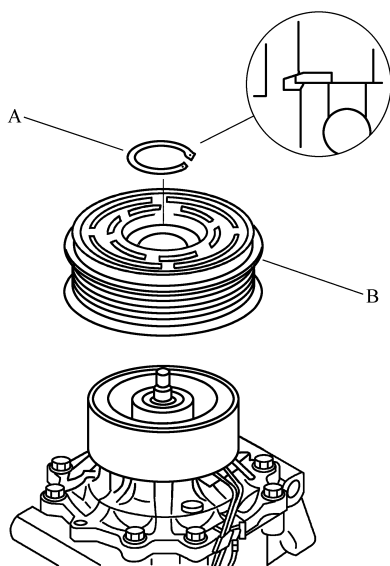

图 5-12 拆下转子带轮
3) 如果正在更换励磁线圈，则用卡环钳拆下卡环 A，然后用拉拔器拆下转子带轮 B。小心不要损坏转子带轮和空调压缩机，如图 5-12 所示。